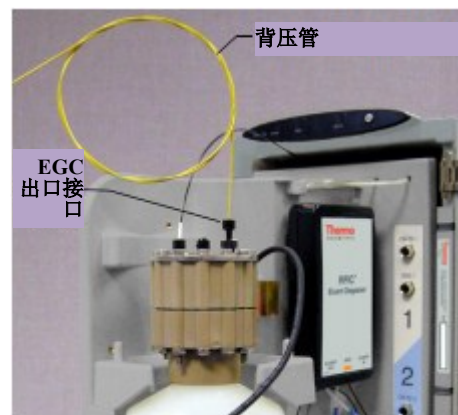

图 10-25. 盒调节用 Dionex EGC 出口连接（标准电压分析滤筒如图所示）
7. 将背压管的一端连接至 Dionex EGC 出口接口；保持背压管的另一端不连接（见图 10-25）。（这是临时连接）。